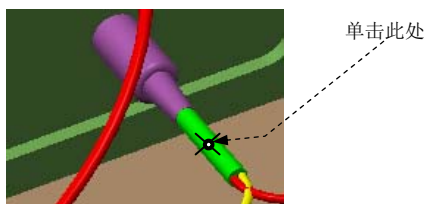

图 17.2.53 指定标记 3 的位置
(1) 选择命令。在 **缆** 功能选项卡的 **修饰** ▾ 区域中单击按钮。
(2) 输入标记名称。在 **输入标记名[退出]:** 的提示下，在文本框中输入标记名称 E5，然后单击按钮。
(3) 指定标记位置。在图 17.2.53 所示的位置处单击，放置标记 3。